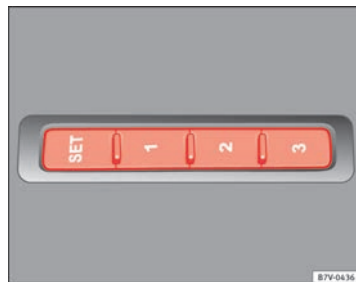

Fig. 81 Tasti di memoria nella parte esterna del sedile del conducente.
- Tenere premuto il tasto **SET** per più di un secondo ⇒ fig. 81.